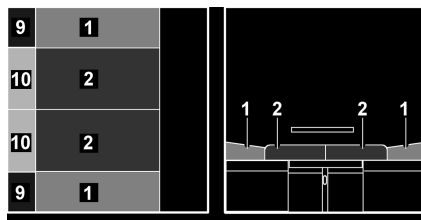

Fig. 104 Después de la transformación
- Tirar de los cojines del asiento (Fig. 104,2) hacia delante y hacia el centro.
- Colocar los cojines del respaldo (Fig. 104,1) entre los cojines del asiento y la pared.
- Colocar los cojines adicionales (Fig. 104,9) entre los cojines del respaldo y la pared.
- Colocar los cojines adicionales (Fig. 104,10) entre los cojines del asiento y la pared.
- ▷ Según el modelo, se deberán insertar dos cojines adicionales más pequeños en lugar del segundo cojín del respaldo (Fig. 104,1) y del segundo cojín adicional (Fig. 104,9).